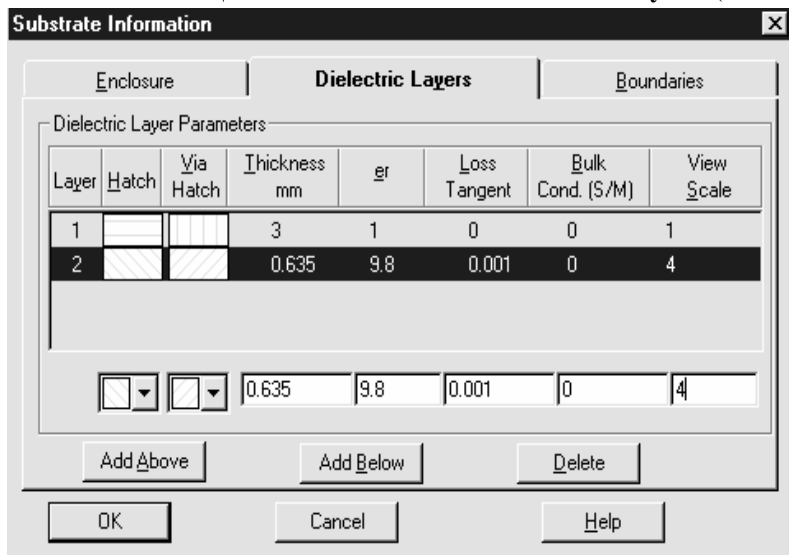

Рис. 4.3
4. Нажмите на панель **Dielectric Layers** (Диэлектрические слои) в верхней части диалогового окна **Substrate Information** (см. рис. 4.3).
**Parameters** (Параметры диэлектрических слоёв). Введите **3** в окне редактирования ниже поля **Thickness** (Толщина). Введите **1** в окне редактирования ниже поля **Er** ( $\epsilon_r$ ). Оставьте значения по умолчанию для оставшихся полей (см. рис. 4.3).
**Примечание.** В окне рис. 4.3 по умолчанию устанавливается два слоя. Чтобы добавить ещё слой, надо нажать кнопку **Add Above** или **Add Below**. Чтобы удалить слой, надо нажать кнопку **Delete**. Слои удаляются поочередно, начиная с последнего слоя. Верхние два слоя не удаляются никогда.